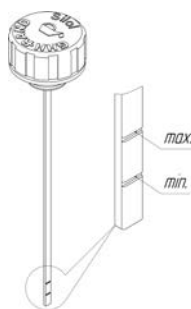

Рис. 5. Указатель уровня масла
- отвернуть щуп уровня масла винтового блока (рис. 5.);
- отвернуть щуп, проверить уровень масла, при необходимости долить/слить до необходимого уровня (между «min» и «max» (рис.5);